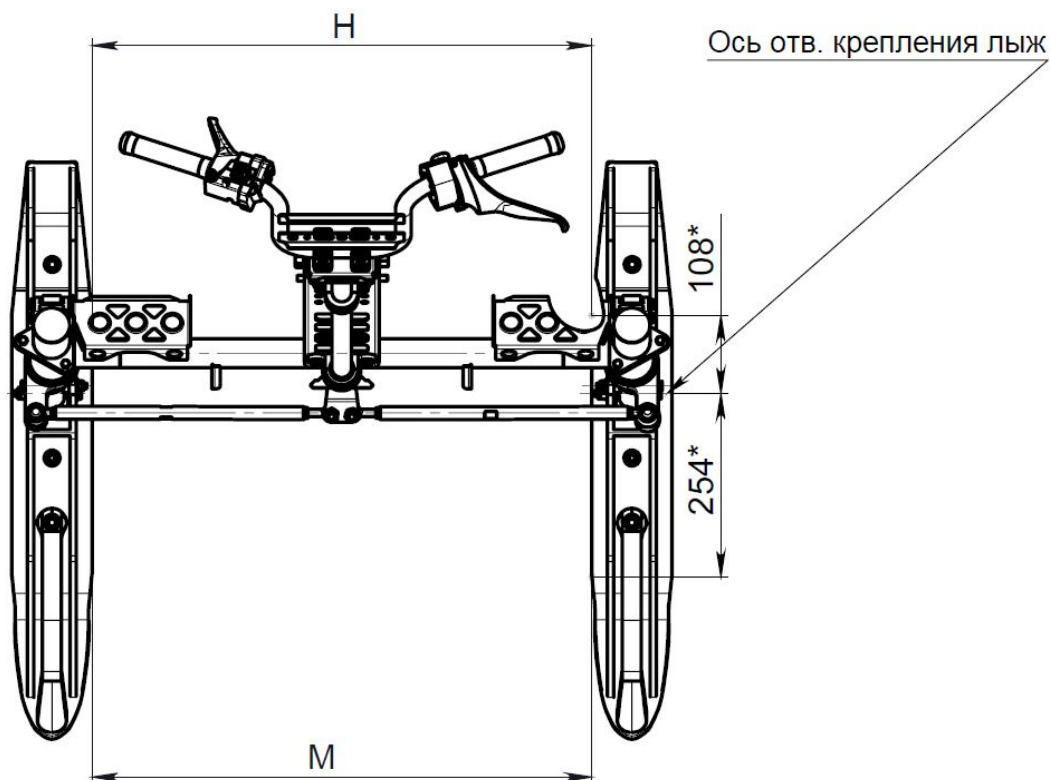

Рисунок 14 – Регулировка схождения лыж
- вращением рулевых тяг добейтесь, чтобы при положении лыж "прямо-вперед" расстояние М (рисунок 14) между передними концами лыж и расстояние В между задними концами лыж было одинаковым ($M-N=0$ мм);